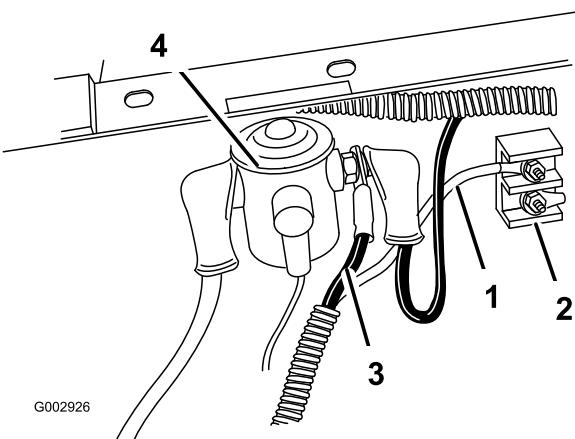

Figura 7
10. Conecte el cable de alimentación al solenoide, situado debajo del asiento del conductor (Figura 7).
11. Conecte el extremo del cable negro de tierra a uno de los espárragos de tierra del bloque de terminales de tierra (Figura 7).